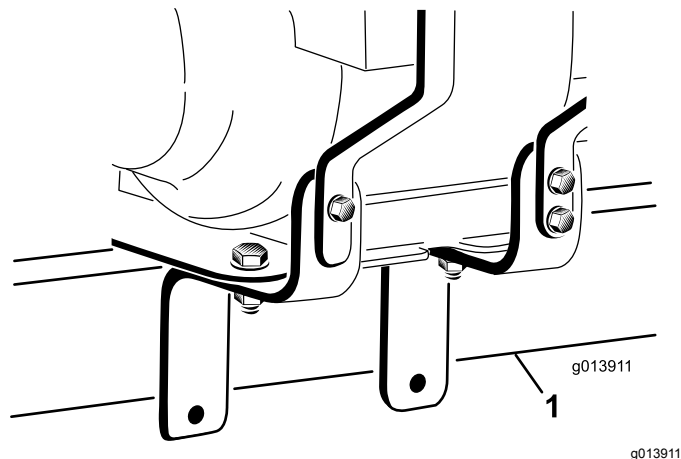
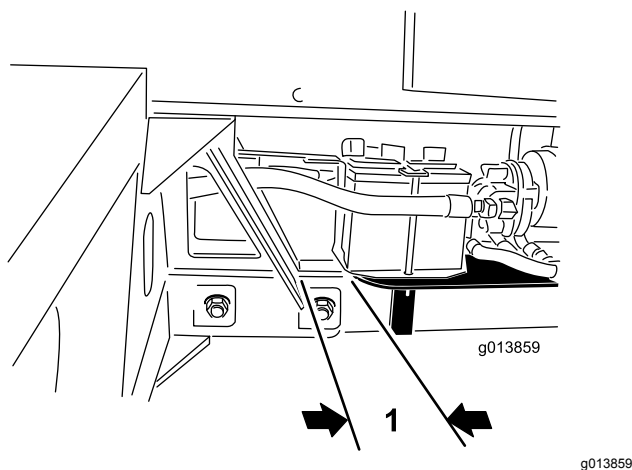

Figura 5
Figura 6
2. Parafuso de suporte da bateria (2)
20. Uma vez que a montagem do motor é pesada, posicionar este componente pode ser difícil. Com a ajuda de um assistente, posicione a montagem do motor no tubo de engate do ProPass. Certifique-se de que os suportes de montagem do motor apoiam no tubo de montagem (Figura 5) e que a traseira da placa de montagem do motor está a aproximadamente 25 mm do recetor do tubo de engate do ProPass (Figura 6).